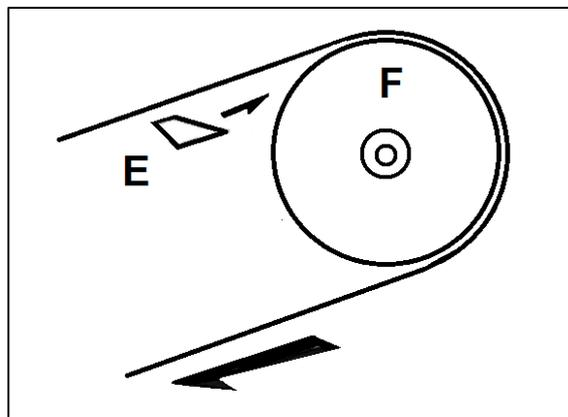

Figure 8-8 : Contrôle d'alignement de la lame
- Lors de la rotation de la vis de réglage (D) dans le sens horaire, la lame fonctionne plus près de la bride.
- Lors de la rotation de la vis de réglage (D) dans le sens inverse horaire, la lame fonctionne plus loin de la bride. Si la lame est trop loin, elle tombe.
- Utilisez un morceau de papier brouillon (E, Fig 8-8) et glissez-le entre la lame et le volant (F).